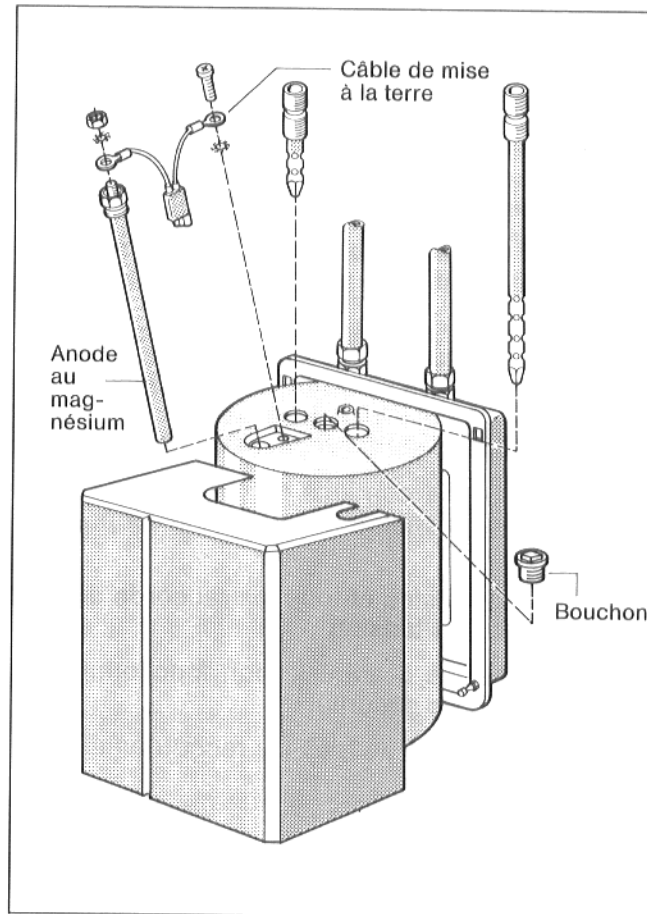

Fig. 9
- Vérifier que l'anode au magnésium est bien montée et que le câble de mise à la terre est bien raccordé (fig. 9).
- Raccorder le connecteur du câble de mise à la terre au câble de l'appareil de régulation (fig. 9).
- Appareil de régulation Ecomatic 4000 : débrancher le connecteur du câble de mise à la terre (fig. 9).
- Retirer l'anode au magnésium (fig. 9).
- Dévisser le bouchon de l'ouverture de contrôle (fig. 9).